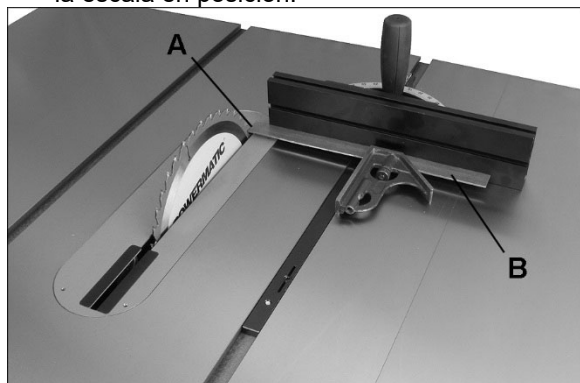

Figura 8-10
3. Marque un diente (A, Figura 8-10) con un lápiz de cera y coloque el diente ligeramente por encima del borde superior de la mesa en la parte delantera.
4. Suba ligeramente el calibre de inglete de su ranura para servir como resalto. Use una escuadra deslizante (B) contra el lado de la barra, deslice la escala por encima hasta que haga contacto con la punta de la hoja, y trabé la escala en posición.